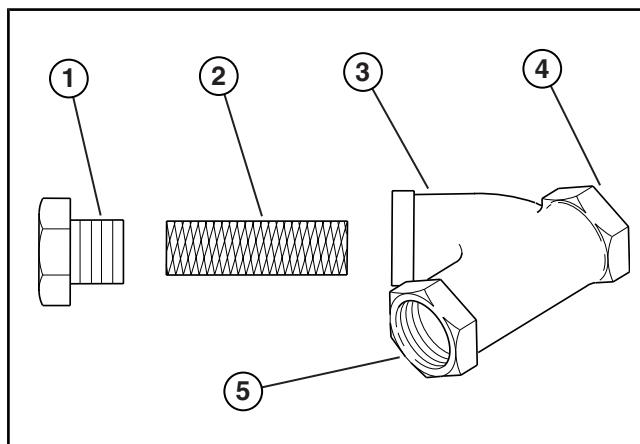

Рисунок 8.05-11: Компоненты сетчатого фильтра
- Выверните заглушку из корпуса сетчатого фильтра грубою очистки (см. Рисунок 8.05-11).